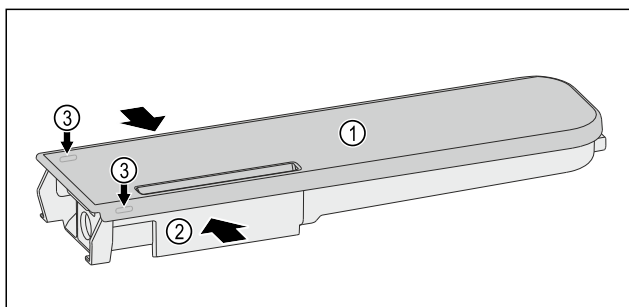

Fig. 130
- Nyomja össze a víztárolót Fig. 130 (2), és óvatosan emelje le, a fedelet Fig. 130 (1) a reteszelő fülekről Fig. 130 (3), majd húzza fel.
- Mozgassa óvatosan oda-vissza a fedelet Fig. 130 (1), majd könnyed mozdulattal vegye le felfelé.